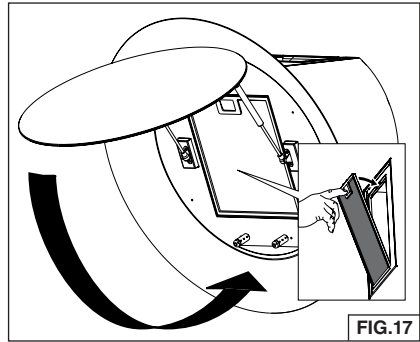

FIG.17
15. Reinstale el filtro de grasa. Fig. 17.